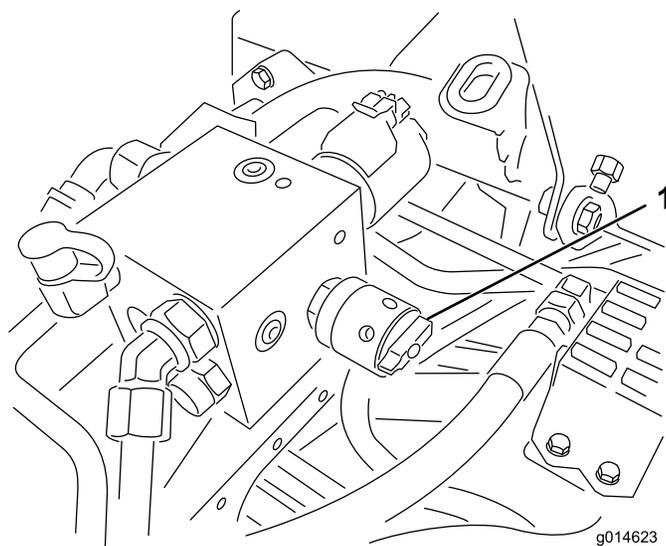

Figure 36
- Pour régler la vitesse des cylindres, tournez le bouton (Figure 36) jusqu'à ce que la flèche soit en face du numéro correspondant au réglage voulu.